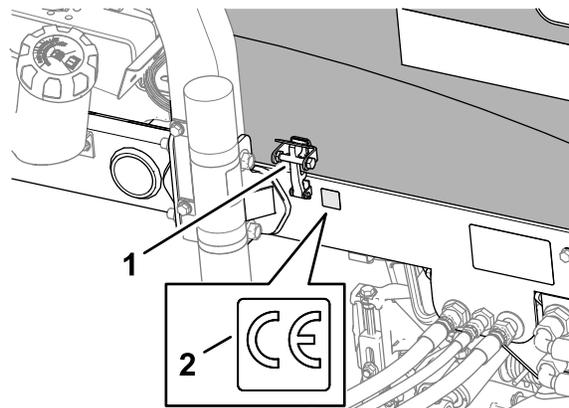

Figura 38
3. Limpe a estrutura à esquerda próximo à trava do capô com álcool e aguarde até que a estrutura seque (Figura 38).
4. Retire a camada de proteção e aplique o adesivo CE (peça n. 133-8095) à estrutura conforme mostrado na Figura 38.